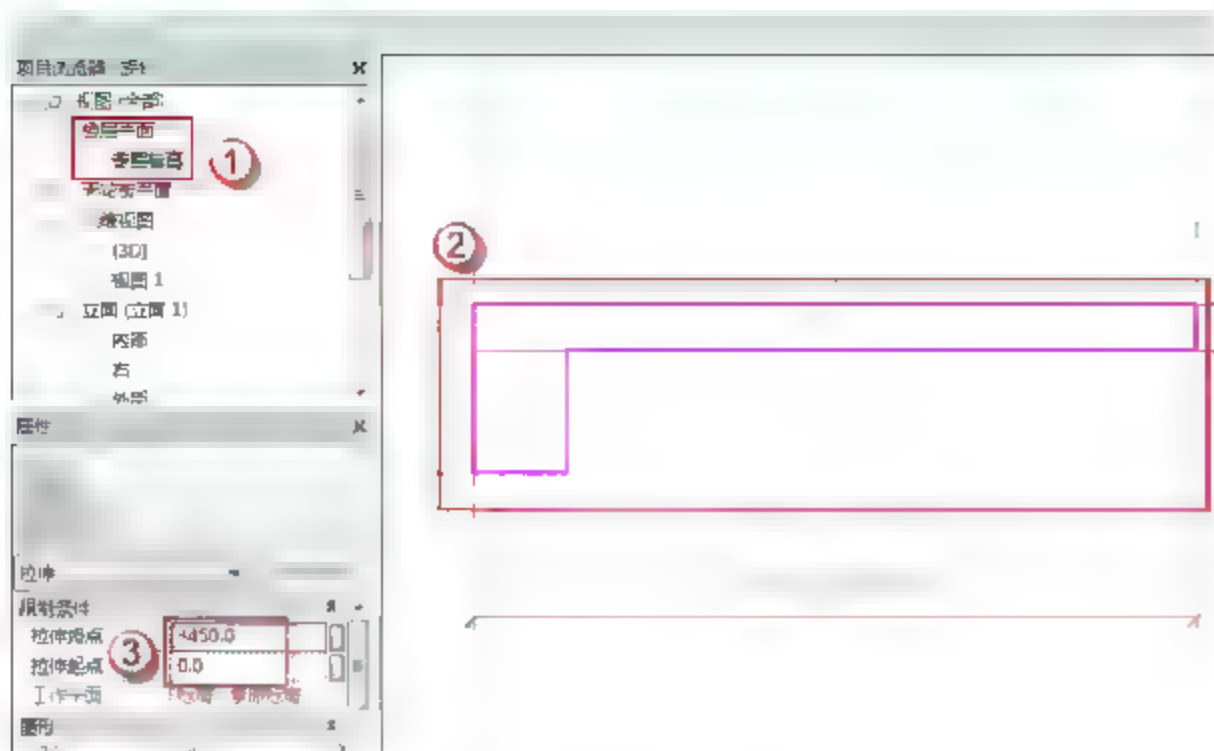

图 6.3.49 创建新的洞口剪切
(10) 创建新的洞口剪切的空心模型。选择“创建”→“空心形状”→“空心拉伸”命令，进入“修改|编辑拉伸”界面，单击“视图”→“楼层平面”→“参照标高”命令，进入平面视图，用菜单中的绘制工具绘制新的洞口剪切，如图 6.3.49 所示。在“属性”面板中，在“拉伸终点”中输入“3450”字样，在“拉伸起点”中输入“0”字样，完成后单击√按钮，完成绘制。
**注意：**图 6.3.49 中绘制拐角处的洞口宽度编者选择的是 300，读者绘制时可根据实际需要的墙宽进行绘制。